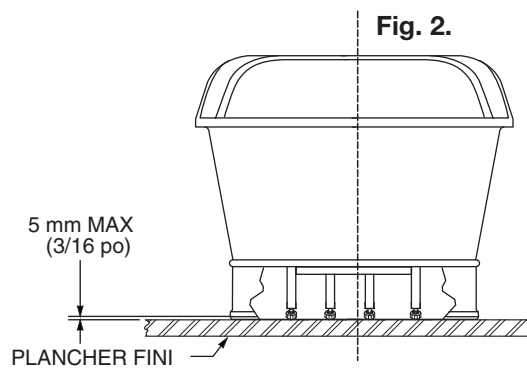

Fig. 2.
- Assurez-vous de laisser un espace entre la base de la baignoire et le plancher. Cet espace ne doit pas être supérieur à 3/16 po (5 mm) Voir **fig. 2**.